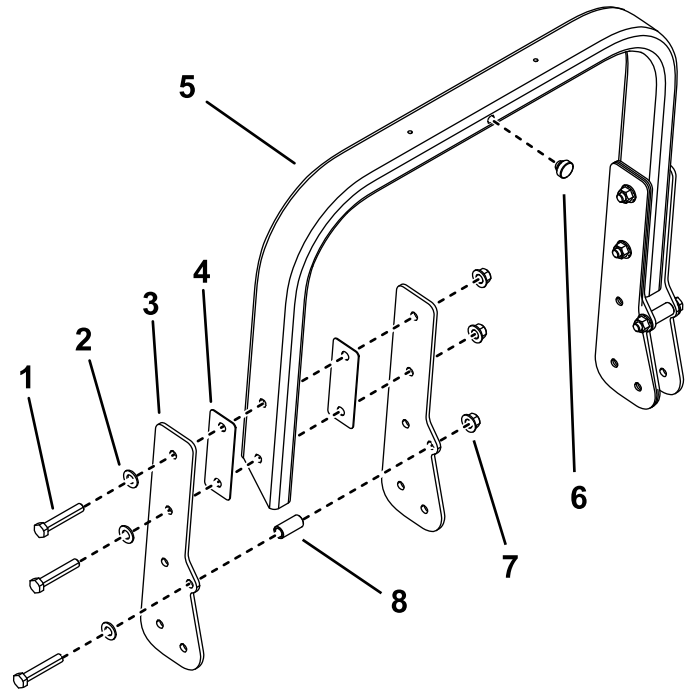

Figure 10
(1/2 x 3 po), 2 rondelles plates, 3 rondelles, 1 rondelle cylindrique et 3 contre-écrous (1/2 po) (Figure 10).
2. Montez une butée au centre de l'arceau de sécurité (Figure 10).